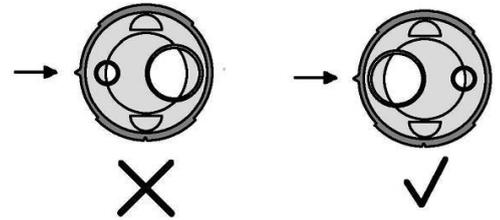

Fig. 2
2. Vérifiez que la languette triangulaire du capuchon de l'embout de l'applicateur se trouve directement sur le plus grand orifice (fig. 2). Si ce n'est pas le cas, tenez la tige de l'embout applicateur et tournez l'écrou de sorte que la languette soit positionnée sur le plus grand orifice. Une position inappropriée de la projection par rapport au grand orifice empêchera l'embout applicateur de se connecter à la seringue.